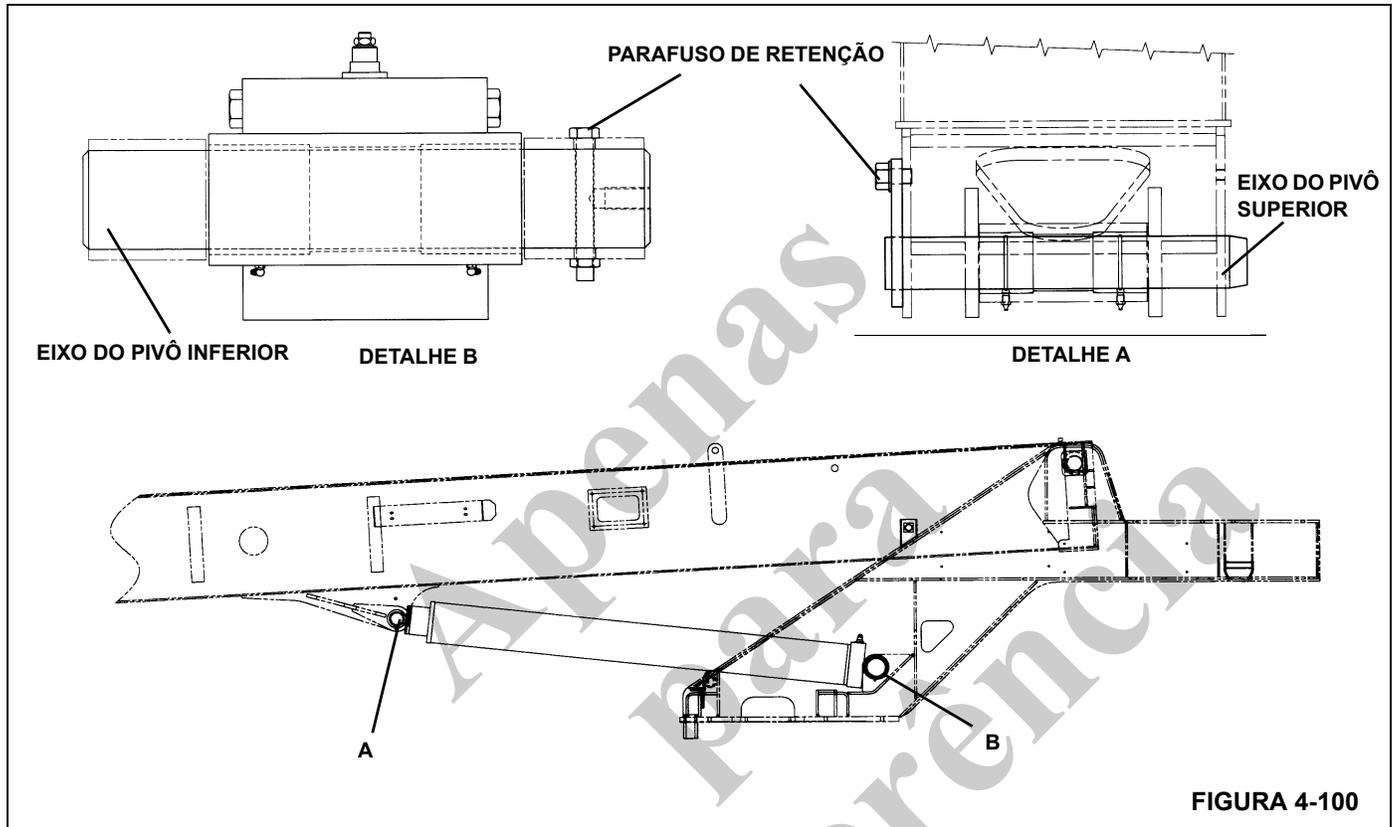

FIGURA 4-100
4. Remova o parafuso e a arruela que fixam o eixo do pivô superior do cilindro de elevação na lança (consulte a Figura 4-100).